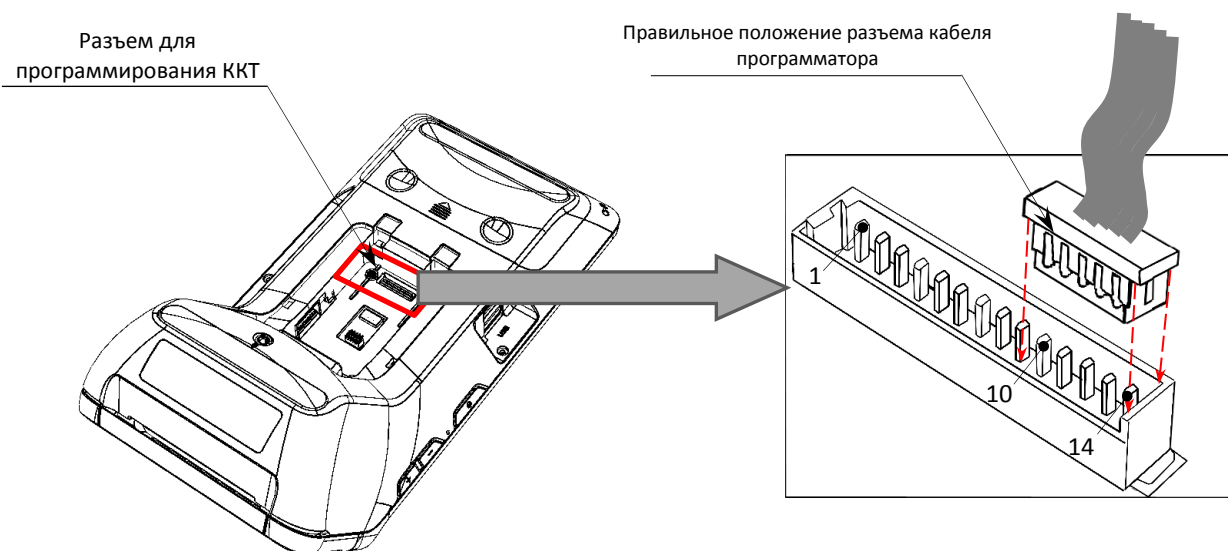

Рисунок 36. Подключение кабеля программатора к разъему блока управления
3. Получить доступ к разъему для программирования ККТ (см. рисунок 36).